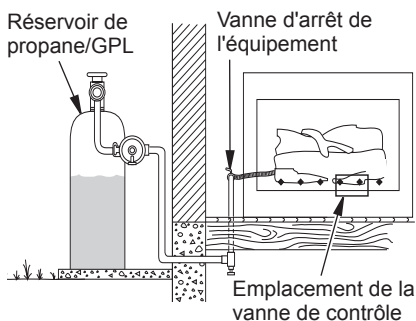

Figure 15 - Vérification des joints de gaz (gaz propane/GPL seulement)
3. Vérifiez tous les joints entre le compteur de gaz et la vanne d'arrêt de l'équipement pour l'approvisionnement en gaz naturel ou l'approvisionnement en gaz propane/GPL à la vanne d'arrêt de l'équipement pour le gaz propane/GPL (voir figure 15 ou 16). Appliquez un liquide de détection de fuite non-corrosif à tous les raccords. La présence de bulles indique une fuite.
4. Vérifiez tous les joints entre la vanne d'arrêt de l'équipement et le régulateur de gaz (voir figure 15 ou 16). Appliquez un liquide de détection de fuite non-corrosif à tous les raccords. La présence de bulles indique une fuite.